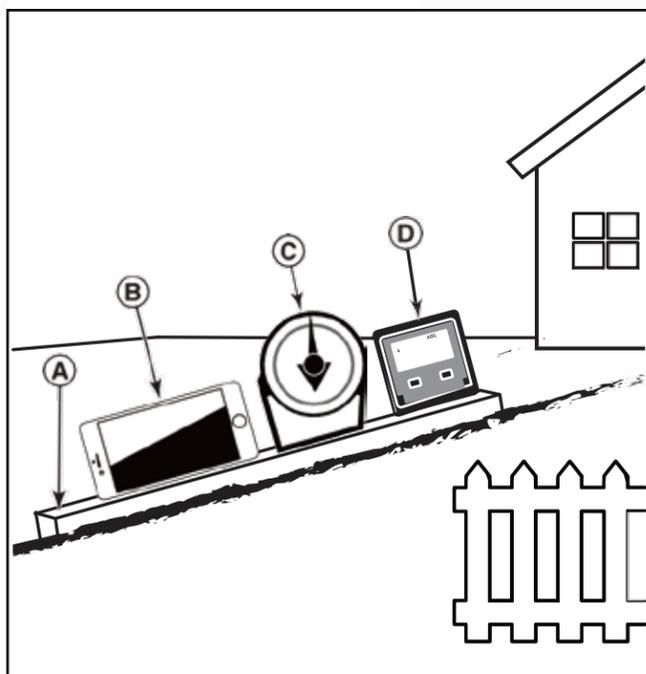

Fig. 1
1. Use un borde recto de al menos sesenta (60) centímetros de largo (A, Fig. 1). Un 2x4 o una pieza recta de metal funcionan muy bien.
- a. **Use su teléfono inteligente:** Muchos teléfonos inteligentes (B, Fig. 1) tienen un inclinómetro (buscador de ángulos) situado bajo la aplicación (app) de brújula. Si no, puedes buscar una app inclinómetro en la tienda de aplicaciones.
- b. **Use herramientas buscadoras de ángulos:** Las herramientas buscadoras de ángulos (C y D, Fig. 1) se encuentran disponibles en las ferreterías locales u online (también se conocen como inclinómetro, transportador, medidor de ángulo o indicador de ángulo). Sirven tanto tipo dial (C) como tipo digital (D), otros tal vez no sirvan. Lea y obedezca las instrucciones proporcionadas con la herramienta buscadora de ángulos.
3. Coloque el borde recto de sesenta (60) centímetros a lo largo de la parte más empinada de la pendiente del césped. Coloque la tabla arriba y abajo de la pendiente.